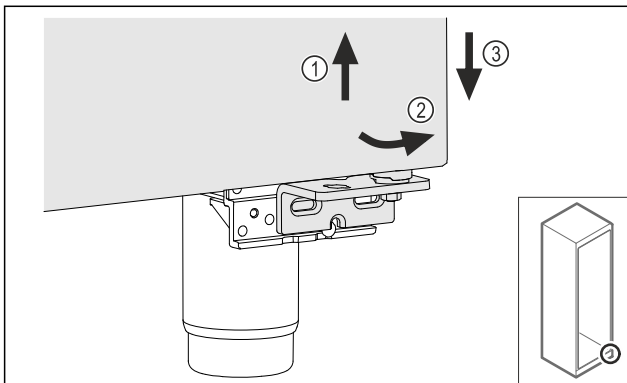

Fig. 19
- Lyft upp dörren något Fig. 19 (1), luta den framåt nedtill Fig. 19 (2) och sänk ned den Fig. 19 (3).